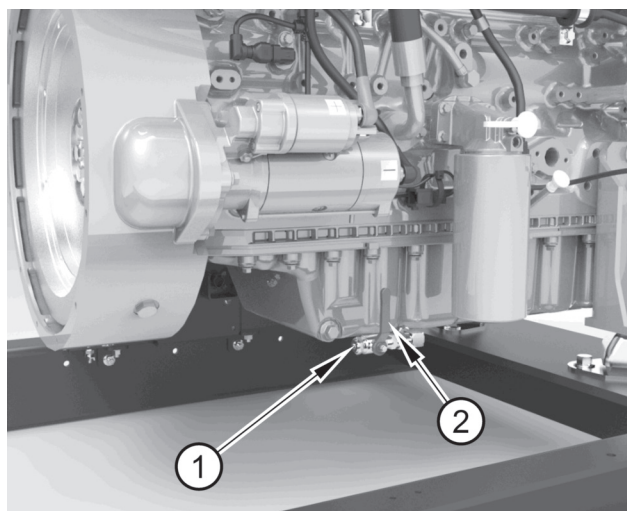

Figura 30
1. Quite el tapón de drenaje (figura 30, elemento 1).